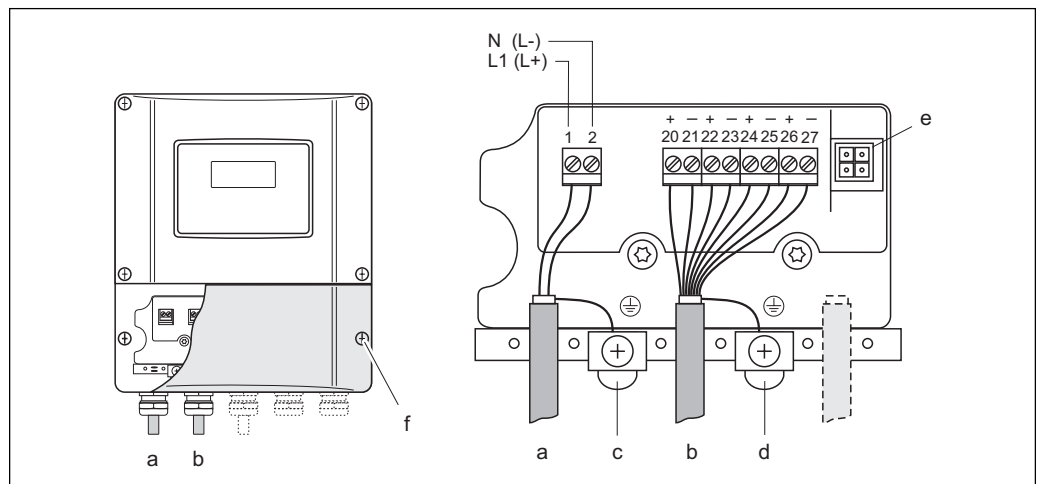

Fig. 23: Conexión del transmisor (caja de montaje en pared). Sección del cable: máx. 2,5 mm² (AWG 13)
- Esquema de conexiones (caja de montaje en pared) → Fig. 23